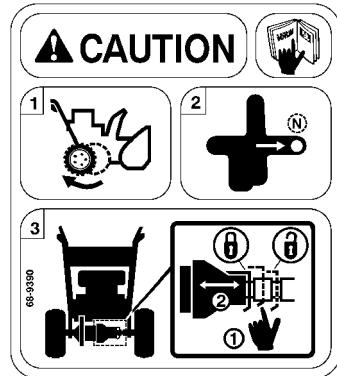

Figure 24
1. Placez les roues en position arrière (Fig. 24). Reportez-vous à la section *Utilisation du Power Shift*, page 15.
2. Placez la commande de changement de vitesse en position *N* (*point mort*) (Fig. 24).
3. Appuyez légèrement sur les languettes de déblocage du ressort pour le dégager de la gorge de l'arbre. Glissez l'accouplement à la position voulue (Fig. 24).